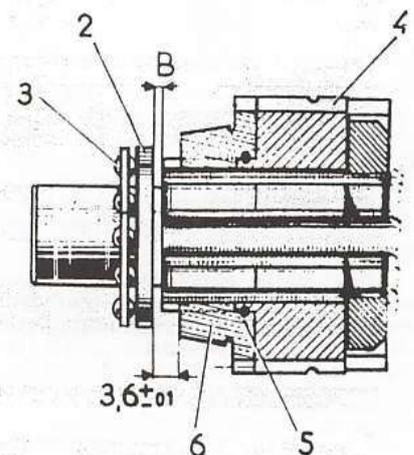

Fig. 64. — Ensemble du pignon de 3^e
- Placer sur l'arbre pignon d'angle le support de clabot de 3^e (4) (fig. 64) équipé avec le jonc (5) et le synchro (6). (Surtout, ne pas monter d'abord le support de clabot nu et vouloir l'équiper ensuite, car le synchro buterait sur le jonc au lieu d'être verrouillé par lui, ce qui fausserait le relevé des cotes.)
- Monter la piste (2) (celle qui a le plus petit alésage intérieur) sur l'extrémité du pignon d'angle et l'engager jusqu'à avoir une cote de 3,6 mm entre la piste et la face avant du synchro, comme indiqué figure 64.
• Maintenir dans cette position et présenter l'ensemble, en remarquant la position des oreilles de la rondelle et des encoches du support. Enfoncer l'ensemble en appuyant sur le synchro (5).
• Poser les rondelles (3), puis la piste (2) de la butée à billes et la cage à billes (1).
Remarque. — La valeur des rondelles (3) a été déterminée précédemment, lors du « calage de la butée à billes du pignon » (fig. 64).